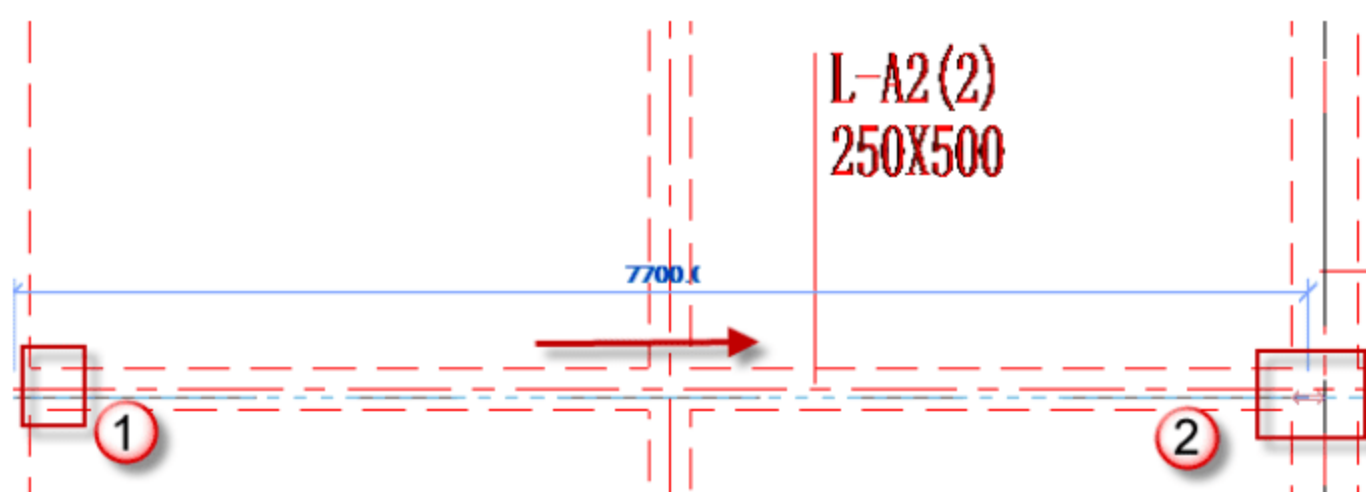

图 4.2.71 绘制 L-A2
(21) 绘制矩形框架梁 L-A2, 按快捷键 B+M, 放置平面为“标高 2”平面视图, 先单击起始柱的中心为起点, 后单击终止柱的中心为终点, 如图 4.2.71 所示。